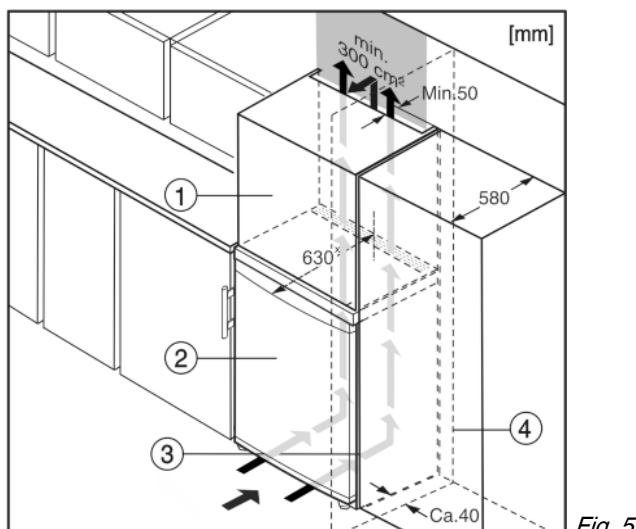

Fig. 5
- (1) Szafka nakładana (3) Szafka kuchenna
(2) Urządzenie (4) Ściana
Urządzenie może zostać obudowane szafkami kuchennymi. Aby dopasować urządzenie Fig. 5 (2) do wysokości ciągu szafek kuchennych, można nad urządzeniem umieścić szafkę nasadzaną Fig. 5 (1).
W przypadku obudowania szafkami kuchennymi (głębokość maks. 580 mm) urządzenie można ustawić bezpośrednio obok szafki kuchennej Fig. 5 (3). Urządzenie wystaje z boku o 34 mm * i na środku urządzenia o 50 mm * w stosunku do frontu szafek kuchennych.
Jeżeli urządzenie będzie ustawiane z zawiasami do ściany Fig. 5 (4), to pomiędzy urządzeniem i ścianą należy zachować minimalny odstęp, wynoszący 40 mm. Na taką odległość wystaje klamka przy otwartych drzwiach.